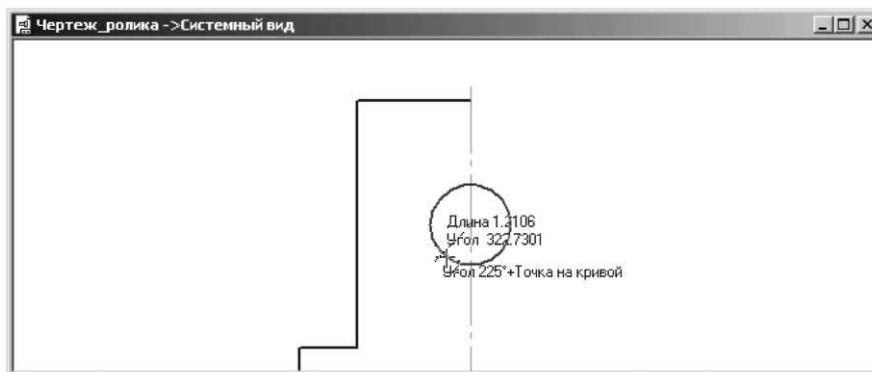

Рисунок 3.8 Результат введення початкової точки дотичного відрізка через точку кривої
– клацніть мишею для фіксації початкової точки першого відрізка - t1 (рис. 3.8).